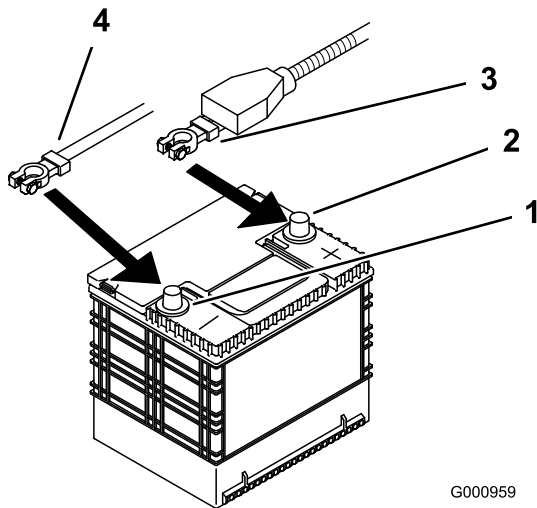

Figure 56
4. Commencez par débrancher le câble négatif de la batterie de la borne négative (-) de la batterie (Figure 56).
5. Enlevez le capuchon rouge de la borne positive (rouge) de la batterie. Débranchez ensuite le câble positif (rouge) de la batterie (Figure 56).
4. Fixez les câbles à l'aide de 2 boulons (1/4 x 3/4 po), 2 rondelles (1/4 po) et 2 contre-écrous (1/4 po) (Figure 56).